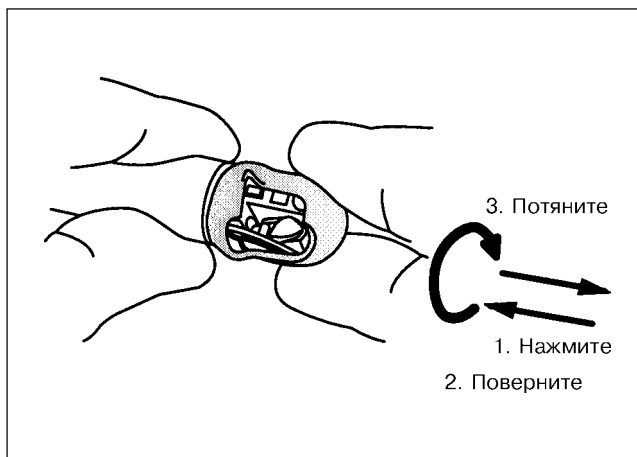

Рис.3.13
- Продолжая надвигать дистальный защитный чехол-наконечник на дистальный конец эндоскопа, поверните дистальный защитный чехол-наконечник по часовой стрелке до отказа как показано на рис. 3.13. После поворота слегка потяните за верхушку дистального защитного чехла-наконечника для расправления неровностей.